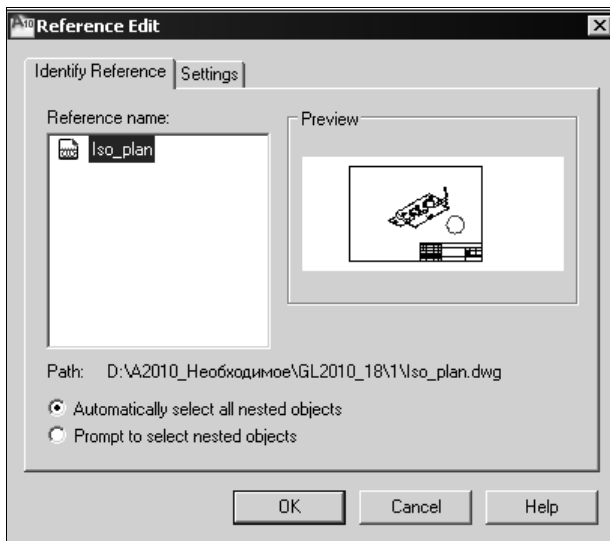

Рис. 18.8. Диалоговое окно для выбора редактируемых вхождений файла внешней ссылки
1. Выберите внешнюю ссылку, которую необходимо отредактировать. Появится диалоговое окно **Reference Edit** (Редактирование вхождений) (рис. 18.8). Все доступные для редактирования вхождения появятся в списке диалогового окна.